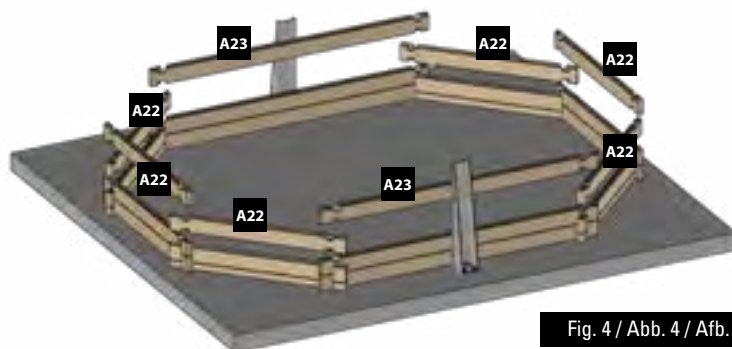

Fig. 4 / Abb. 4 / Afb. 4
3rd LAYER OF BOARDS: Install the third layer of boards as shown in figure 4. The position of the refilling fitting with the key and the skimmer should be defined at the start of the assembly (read the specific paragraphs).
3ÈME RANGÉE MADRIERS : Positionnez les madriers de la 3ème rangée conformément à la figure 4. Vous devez avoir déterminé l'emplacement de la buse de refoulement et du skimmer dès le début du montage (voir paragraphes spécifiques).
3. BREITERREIHE: Platzieren Sie die Bretter der dritten Reihe laut Abb. 4. Zu Beginn der Montage müssen Sie die Lage des Druckventils und des Skimmers festlegen (lesen Sie hierzu die entsprechenden Abschnitte).
3ª RIJ PLANKEN: Plaats de planken van de derde rij zoals te zien is op afbeelding 4. U moet al bij aanvang van de montage bepalen op welke plaats het uitstroombondstuk en de skimmer moet komen (less de betreffende paragrafen).